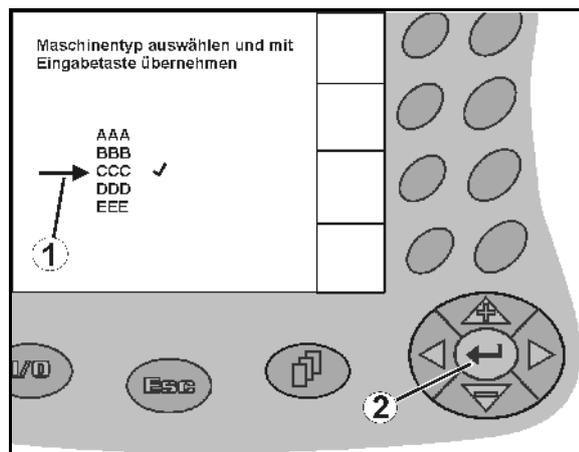

Рис. 13
- Позиционируйте указатель в виде стрелки (Рис. 13/1) с помощью  и .
-  Перенесите выбранное значение (Рис. 13/2).